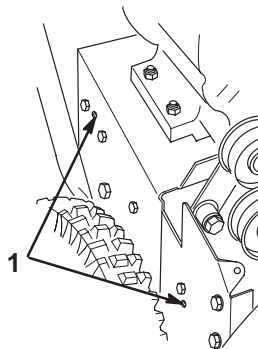

Figure 34
18. Remplacez les 2 vis de fixation de l'ensemble bras de frein de tarière. Vérifiez que les ergots sont bien engagés dans les trous du côté gauche de la déneigeuse (Fig. 34).
14. Remplacez les 2 vis de fixation de l'ensemble bras de frein de tarière. Vérifiez que les ergots sont bien engagés dans les trous du côté droit de la déneigeuse (Fig. 34).